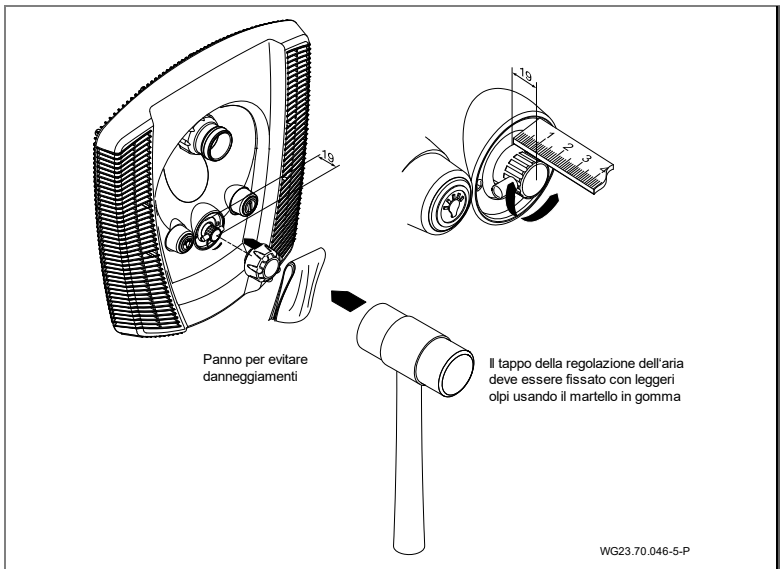

Fig. 19
8. Fissare il tappo per la regolazione dell'aria. (Fig. 19)
9. Collegare la pompa Jet (92) con la metà dei raccordi a vite (98, 99, 100), il profilo angolare in gomma (79) e i relativi morsetti (75) sul lato di aspirazione e di mandata al corpo da murare (1).